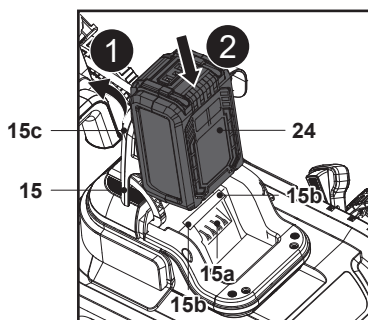

Fig. 8
1. Deschide capacul magnetic (15c) și capacul compartimentului pentru acumulator (15) (fig. 8, pasul 1).
2. Aliniaza acumulatorul (24) cu cele două fante de glisare (15b) și glisează-l înăuntru pentru a-l fixa (fig. 8, pasul 2).
3. Asigură-te că introduci complet contactele electrice (15a) în acumulator (24) și că acesta se fixează în poziție cu un clic.
4. Acumulatorul (24) se poate instala într-o singură direcție.
5. Închide cu grijă capacul compartimentului pentru acumulator (15).